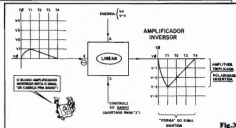

Fig.3
- FIG. 3 - O AMPLIFICADOR LINEAR INVERSOR - Logo "de cara", vejam que "maduro" aquele sinalzinho junto a letra "E" representativa do terminal de ENTRADA do bloco... Agora, o tal